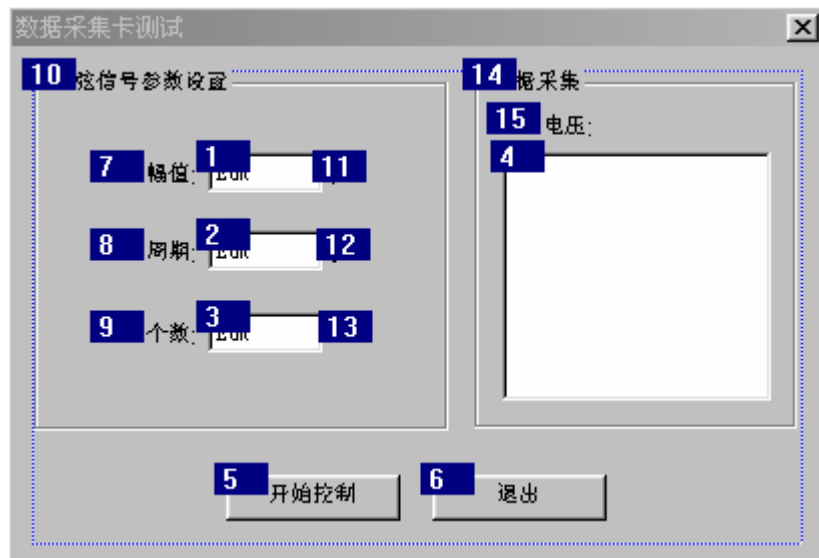

图 2 编辑完毕后的对话框资源
(1) 首先, 参照使用说明书, 根据实际需要对 PCL-812PG 数据采集卡进行硬件的跳线设置。在本例中, 基地址设为默认方式 (即 220H), 等待状态设为 0 延迟, A/D 转换输入范围设为 $\pm 5V$, D/A 转换输出范围设为 0-5 伏, 最后将 PCL-812PG 数据采集卡插入到 PC 机中的 ISA 扩展槽中, 将 20 针的带状电缆与连接器相连, 本例中连接 CN2 连接器。
(2) 根据自己所用机器的操作系统, 安装好相应的 32 位 DLL 驱动程序, 然后在开始程序中运行 Device Intallation Utility 程序, 装载上 PCL-812PG 数据采集卡, 最后使用 Device Test Utility 程序来测试数据采集卡是否工作正常。至此, 硬件部分准备工作完毕。
(3) 在 VC++6.0 中建立一个单文档应用工程, 将其命名为 Demo。
(4) 在资源编辑器中, 给菜单添加数据采集卡测试, id 号为 ID_TEST。
(5) 在 VC++ 中单击菜单项 Inser 中的 Resource 选项, 插入一个如图 2 所示的对话框资源, ID 号为 IDD_DEMO。